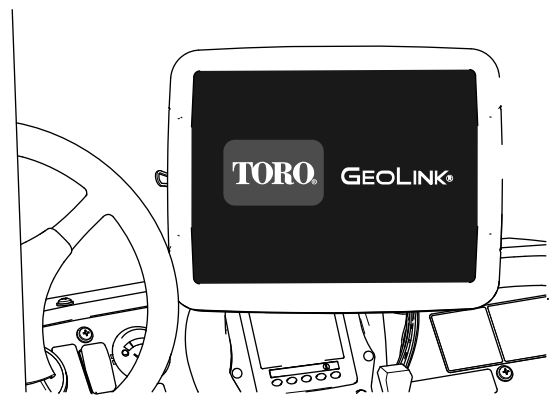

Figure 155
- Console de commande – affiche graphiques et texte (Figure 155)